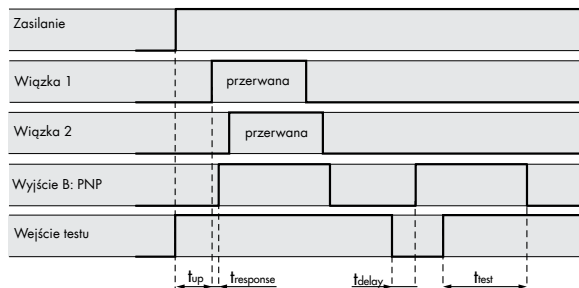

Rys. 10: Opis podłączeń elektrycznych złącza
- ▶ Każdy czujnik wymaga oddzielnego podłączenia do odpowiadającego mu sterownika. Opis podłączeń elektrycznych znajduje się na rys. 10.
4. Podłączyć przewody (opis na rys. 10)
5. Podłączyć przewody (opis na rys. 10)